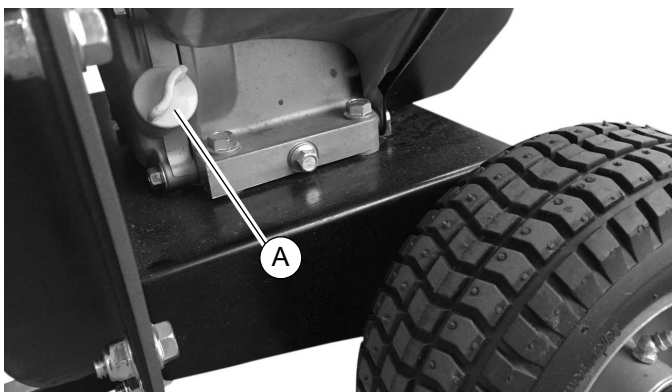

Figure 4-1. Emplacement du bouchon d'huile moteur (côté gauche)
3. Voir Figure 4-1. Retirer la bouchon-jauge d'huile (A) situé sur le côté gauche de la machine.